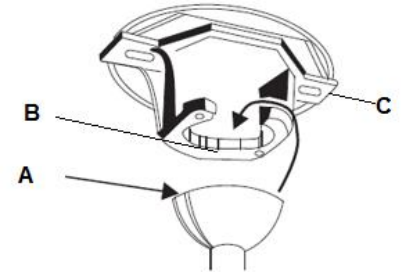

Fig. 7
Levante el conjunto del ventilador y móntelo en el soporte mural. Asegúrese de que la ranura de la llave (A) de la bola de la tija esté posicionada sobre la clavija de la llave (B) del soporte mural (C) para que el ventilador no pueda girar cuando esté funcionando. **Fig. 7**